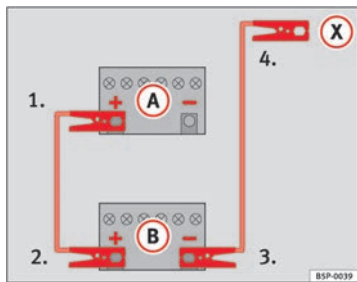

Abb. 230 Schema für das Anklemmen der Starthilfekabel
In der ⇒ Abb. 230 ist **(A)** die entladene Batterie und **(B)** die stromgebende Batterie.
- 1. Klemmen Sie ein Ende des roten Starthilfekabels an den Pluspol ⇒ Abb. 230 **(+)** des Fahrzeugs mit der entladene Batterie ⇒ .